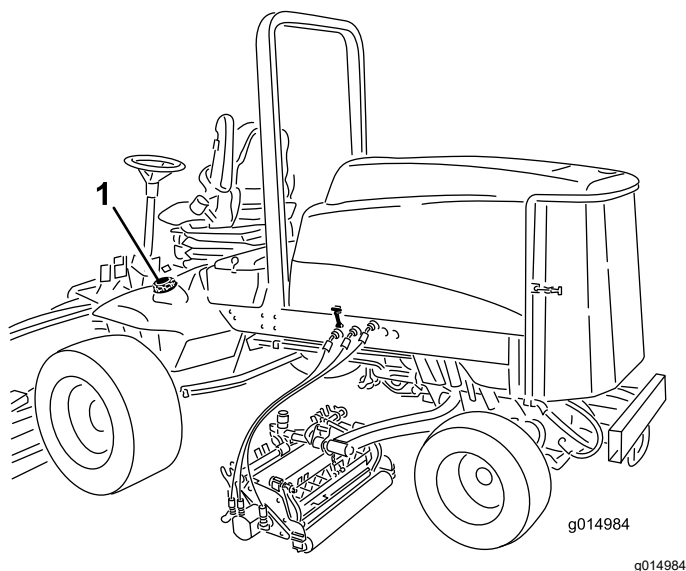

Figura 36
3. Retire el tapón del depósito de combustible (Figura 36).